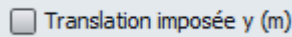

Figure C.22 : Exemple de case à cocher
- De cases à cocher (cf exemple Figure C.22) ;